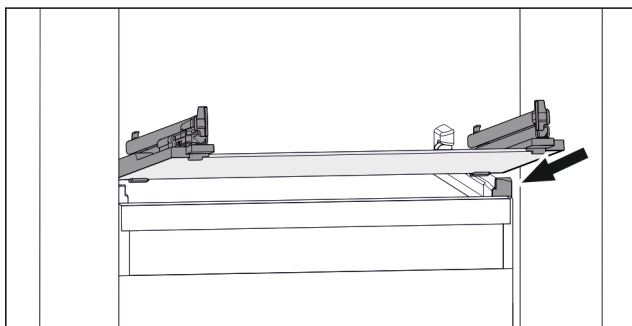

Fig. 77 Příklad znázornění skleněné desky
- Nasadte skleněnou desku šikmo za zářádky. (viz Fig. 77)